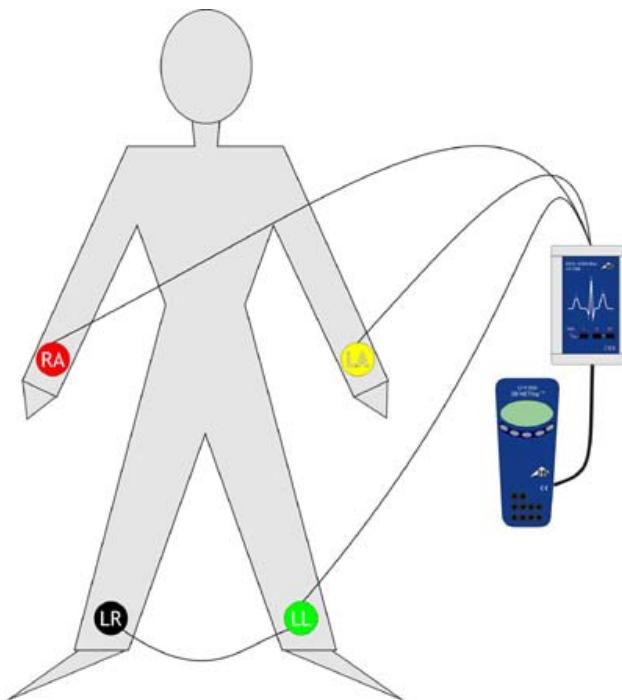

Fig. 1 Misurazione dell'ECG (elettrocardiogramma) della persona da testare
- Preparazione dell'esperimento secondo la fig. 1.